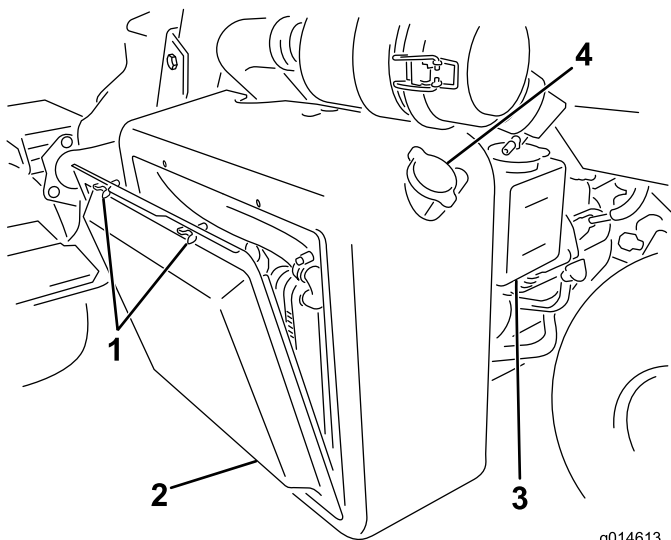
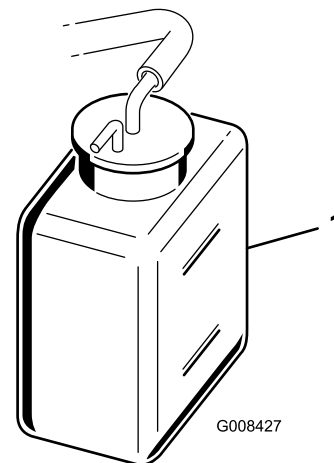

Figura 41
Figura 42
1. Îndepărtați ecranul radiatorului (Figura 41).
2. Verificați nivelul lichidului de răcire (Figura 41 și Figura 42).